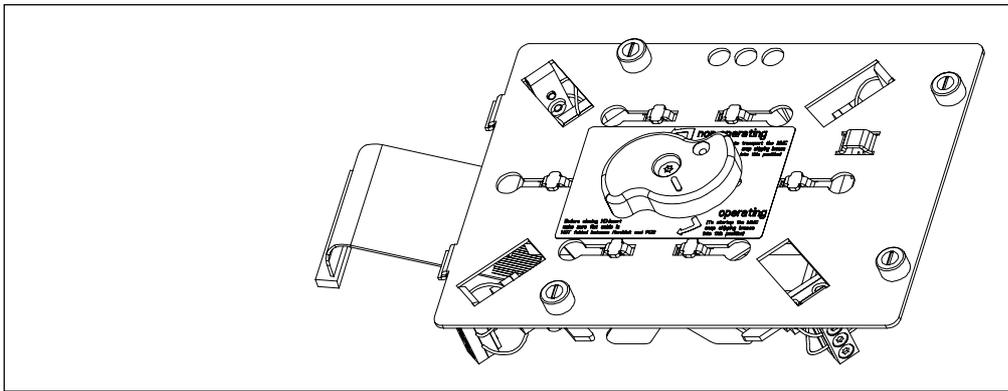

图 11-9 运输保险装置去除锁定：“运行”位置
6. 打开运输保险装置锁定；否则，系统不会启动（参见图 11-9）。